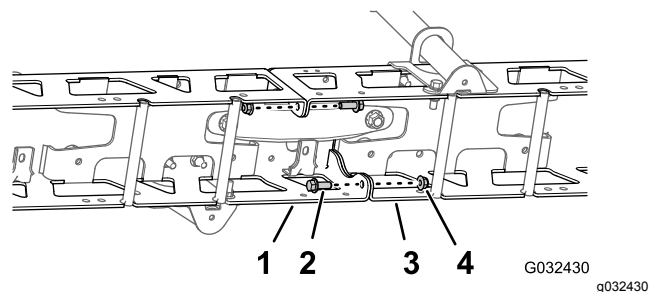

Bild 50
1. Entfernen Sie die zwei Bundkopfschrauben (3/8" x 1") und die zwei Sicherungsmutter (3/8"), mit denen die vertikalen Flansche des linken und rechten Trägerrahmens befestigt sind (Bild 50).